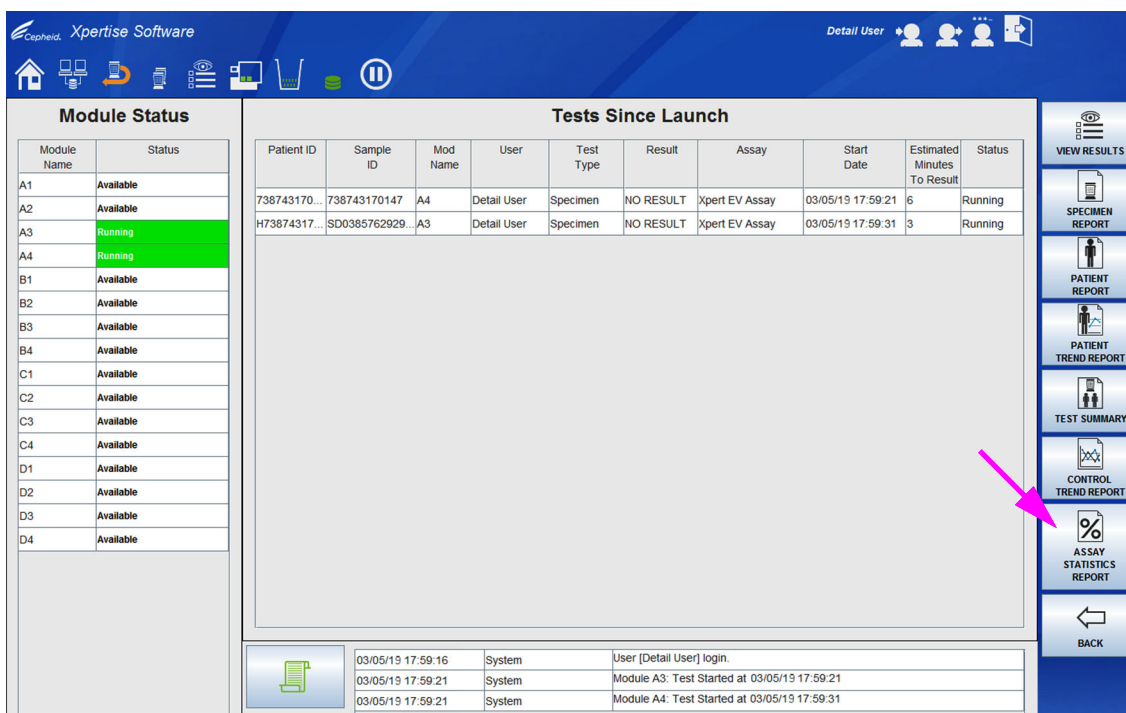
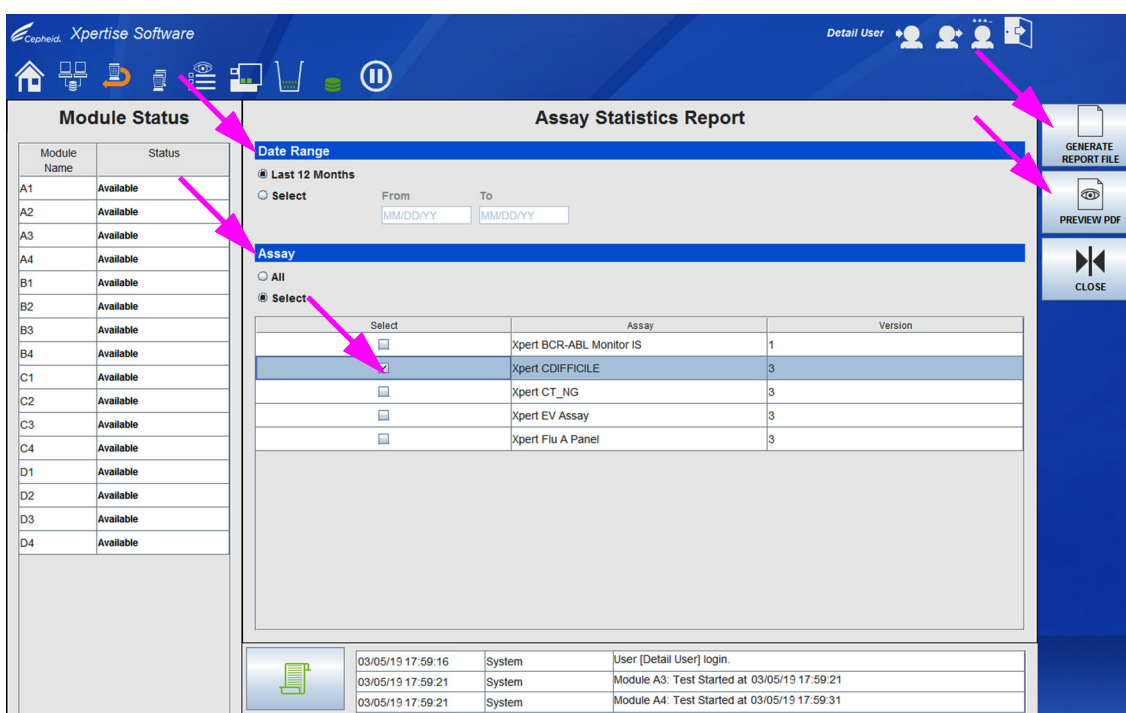
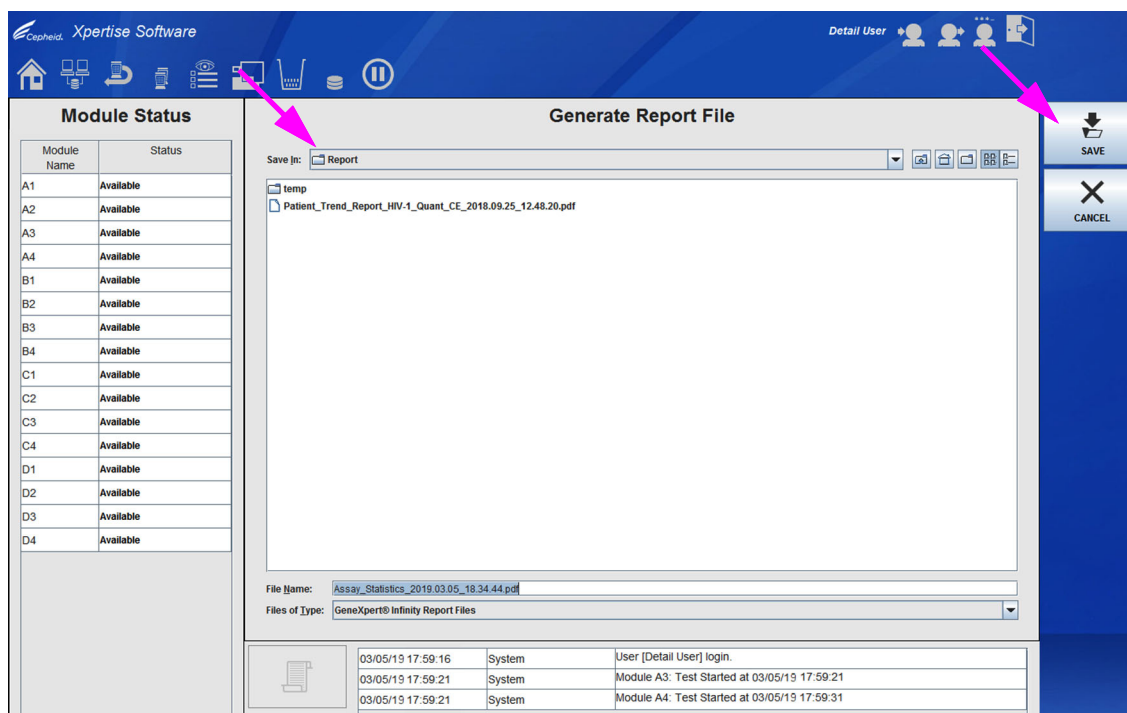

图 10-87. 显示结果菜单的 Xpert 软件 (Xpert Software) 主页
图 10-88. 检测法统计数据报告 (Assay Statistics Report) 工作区
图 10-89. 生成报告文件 (Generate Report File) 工作区
1. 在 Xpertise 软件主页工作区中, 选择**结果 (RESULTS)** 按钮（请参见图 10-60）。显示结果菜单。请参见图 10-87。
2. 在结果 (Results) 菜单中, 选择**检测法分析报告 (ASSAY STATISTICS REPORT)** 按钮（参见图 10-87）。检测法统计数据报告 (Assay Statistics Report) 工作区会显示。请参见图 10-88。
选中该选项时，也会为所列检测法选中检测法表内的**选择 (Select)** 列中的复选框。请参见图 10-88。
- **生成报告文件 (GENERATE REPORT FILE)** – 创建一个 PDF 文件，并将其保存至您指定的位置。在检测法统计数据报告 (Assay Statistics Report) 工作区上选择**生成报告文件 (GENERATE REPORT FILE)** 按钮（参见图 10-88）以创建报告的 PDF 文件。将出现生成报告文件 (Generate Report File) 对话框，（参见图 10-89），可让您将该文件保存到指定的位置。浏览到指定位置后，选择**保存 (SAVE)** 按钮。要查看检测法统计数据报告 (Assay Statistics Report)，转到您保存报告的位置，打开报告并打印。